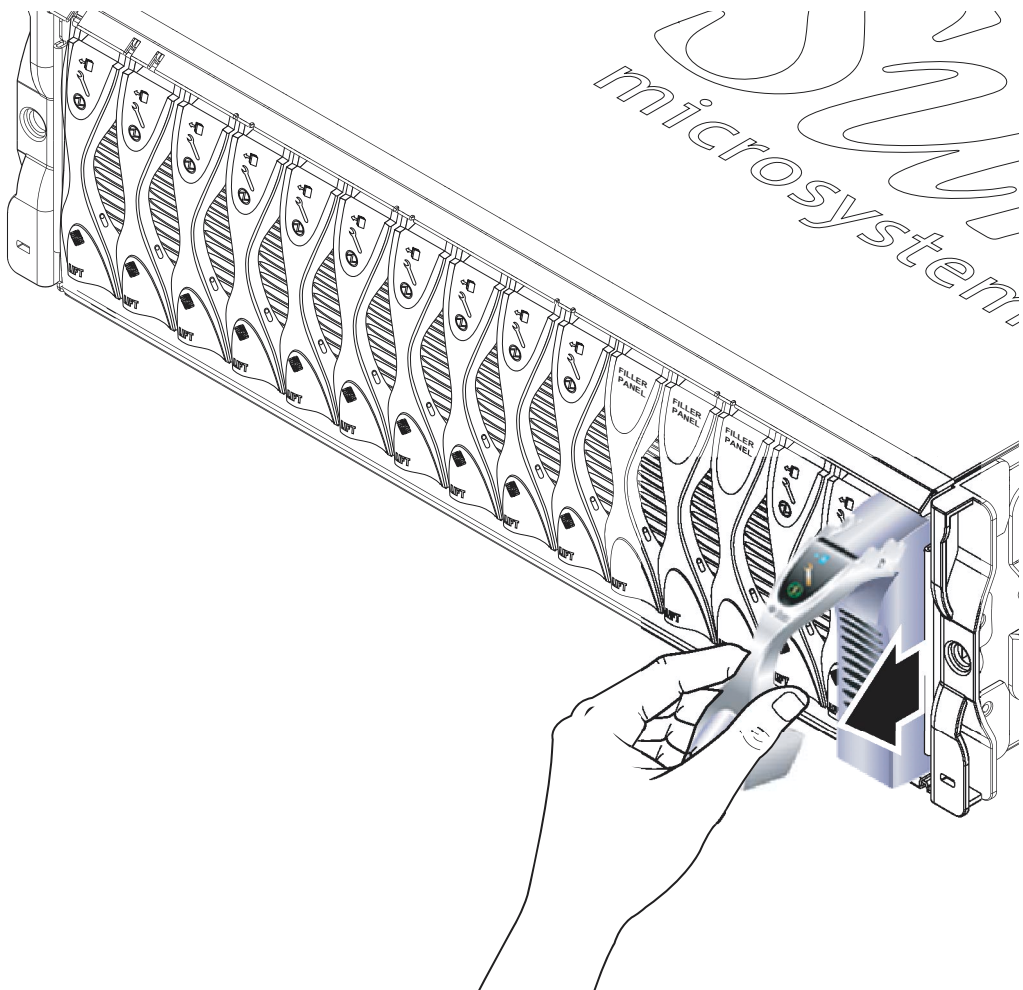

图 4-2 弹出刀片
- 朝前并向上拉动弹出杆，解除刀片弹出杆锁定，使刀片从系统机箱中部分弹出（图 4-2）。